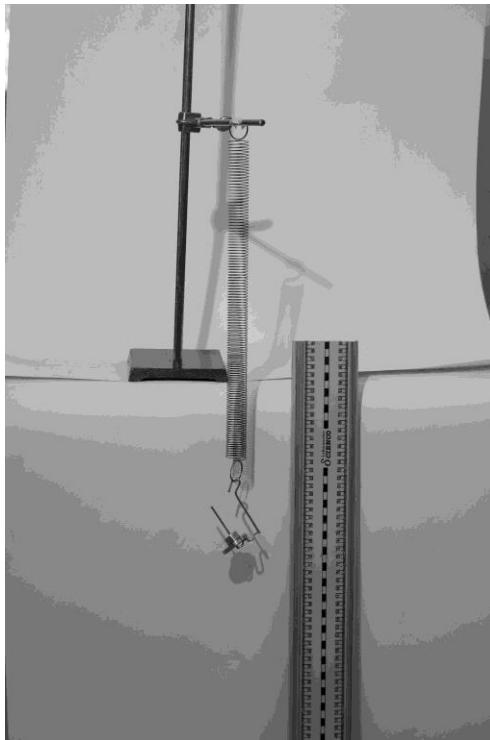

Figura 2. Montaje experimental
1. Realice el montaje que se ilustra en la figura 2. Marque la posición del punto inferior del resorte sin estirar en la regla. A partir de allí se medirán los estiramientos del resorte. Cuelgue el portapesas de masa m del resorte vertical, use sus manos para estabilizar el sistema. Tome la medida de la nueva posición del extremo inferior del resorte a partir de la primera marca. Escriba los datos de peso y estiramiento en la tabla 1. Agregue otra masa y estabilice de nuevo el sistema. Mida el estiramiento del resorte a partir de la posición que se marcó inicialmente y consigne el valor del peso total (recuerde la masa del portapesas) y del estiramiento en el siguiente cuadro de la tabla 1. Adicione sucesivamente varias masas siguiendo el mismo procedimiento y consigne pesos y estiramientos en la tabla. El valor de la aceleración debida a la gravedad en Medellín es de 9.77m/s^2 .